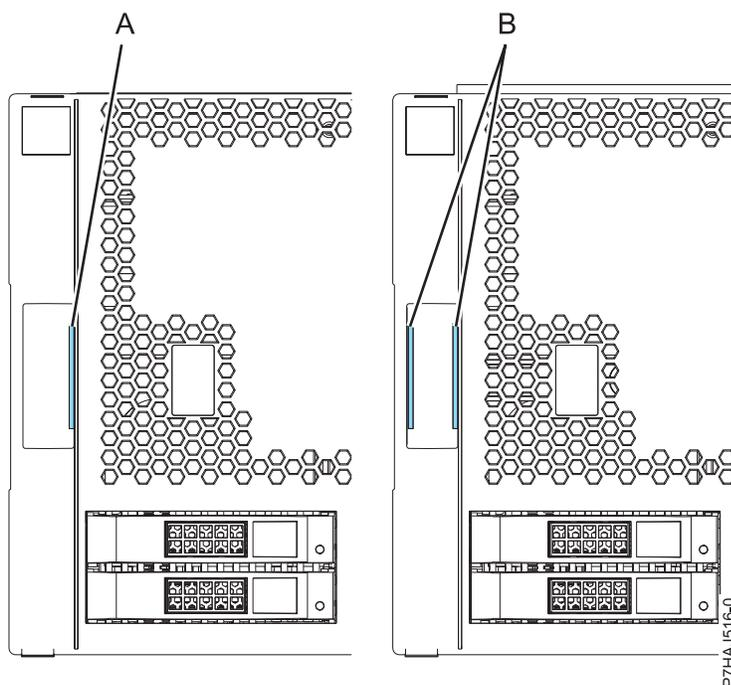

Figure 6. Identification des capots anciens et nouveaux
**Remarque :** Les anciens capots (expédiés avant le 1er mars 2011) sont reconnaissables à la bande bleue unique (A) située sur les taquets du capot. Les nouveaux capots possèdent deux bandes bleues (B). Voir figure 6.